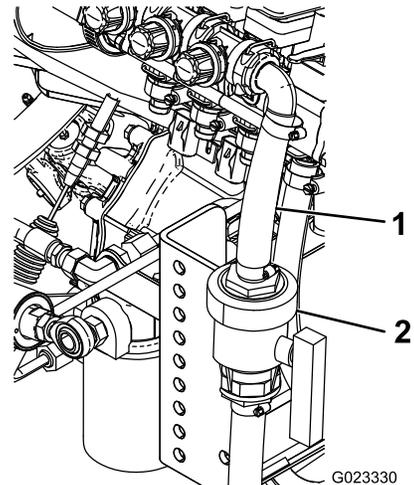

Bild 12
13. Schließen Sie die zwei Schlauchenden mit zwei Schlauchklemmen am Zulaufschlauchventil an (Bild 12).